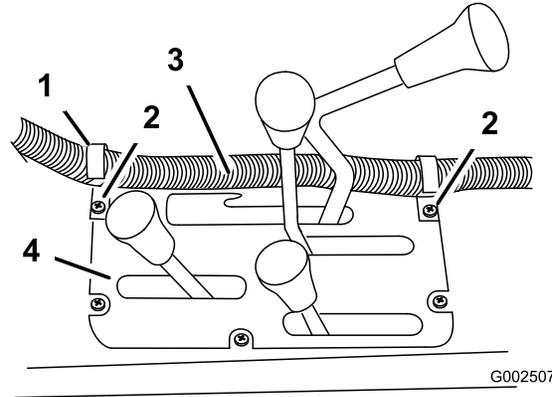

Figura 25
6. Instale dos abrazaderas en la consola central en los puntos indicados en Figura 25 usando los tornillos existentes.